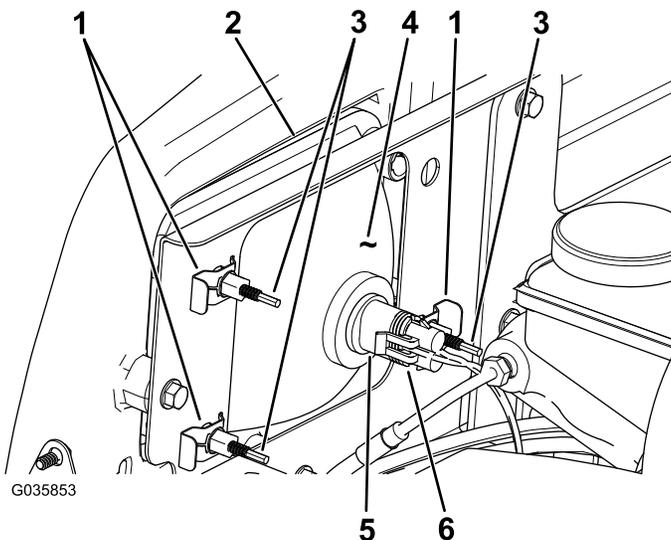

Figura 53
8. Collegate il connettore elettrico del cablaggio al connettore del nuovo gruppo luci (Figura 53).
3. Scollegate il connettore elettrico del cablaggio dal connettore del gruppo luci (Figura 53).
4. Togliete i fermagli che tengono bloccato il faro anteriore sulla relativa staffa (Figura 53).
5. Rimuovete il gruppo faro anteriore spostandolo in avanti attraverso l'apertura nel paraurti anteriore (Figura 53).
6. Montate il nuovo faro anteriore attraverso l'apertura nel paraurti (Figura 53).